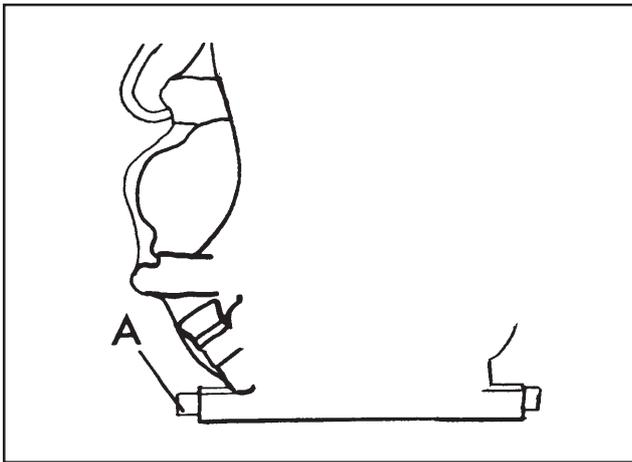

Fig.23
**ABLASSEN DES MOTORÖLS Abb.23**
- a. Nachdem der Motor aufgewärmt ist, schalten Sie ihn ab, entfernen Sie die Ablassschraube (A), und lassen Sie das gesamte Öl aus der Wanne ab. Säubern Sie die Schraube und setzen Sie sie wieder ein.